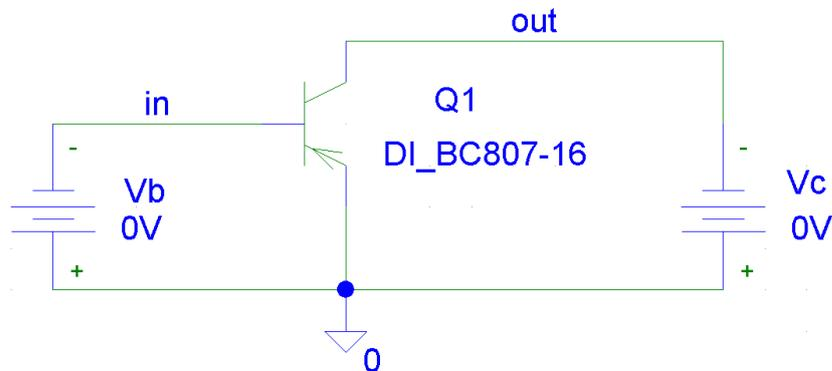

Рисунок 4.18 – Схема измерений входных статических характеристик БТ
4.6.2 Собрать схему измерений входных статических характеристик БТ (рис. 4.18).